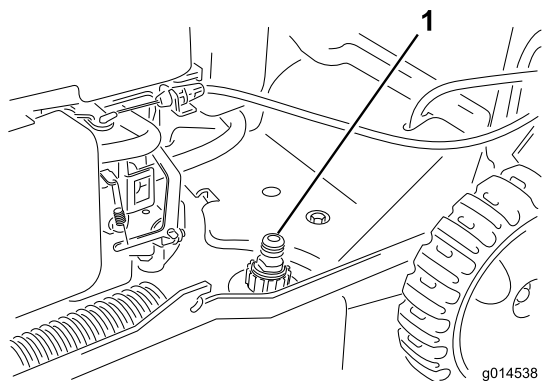

Рисунок 22
3. Присоедините садовый шланг, подключенный к источнику воды, к промывочному отверстию в корпусе (Рисунок 22).